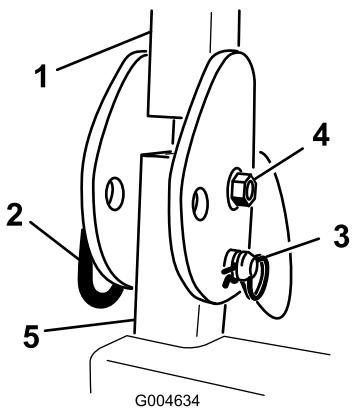

Figure 13
- Positionnez l'arceau de sécurité sur les montants. Montez le boulon, l'écrou, la goupille fendue et la goupille qui fixent chaque partie de l'arceau aux montants (Figure 13).